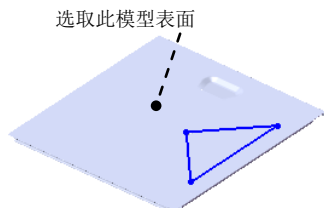
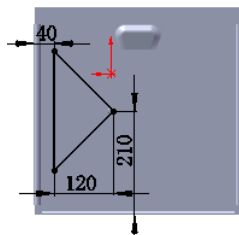

图 17.12.42 草图 1 及草图平面
图 17.12.43 横断面草图
Step14. 创建图 17.12.42 所示的草图 1。选取图 17.12.42 所示的模型表面作为草图平面，绘制图 17.12.43 所示的横断面草图。